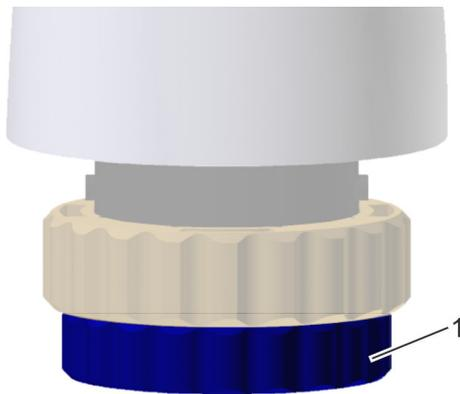

Abb. 65: Arretierung entfernen
2. ➤ Arretierung (Abb. 65) aufdrehen und von Stellantrieb entfernen.